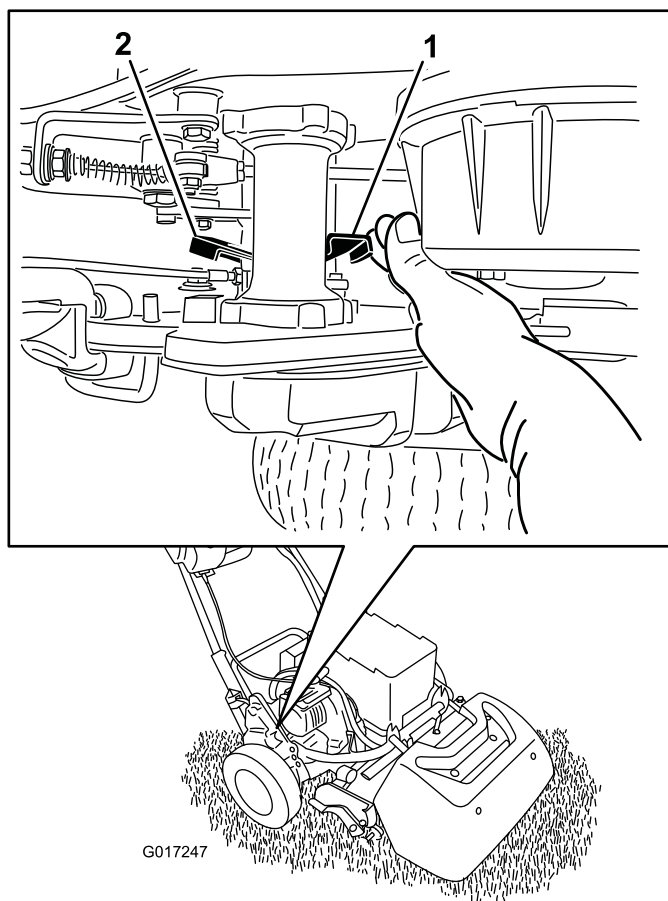

Figura 38
1. Nell'angolo posteriore destro della macchina individuate la leva di innesto/disinnesto della trazione accanto al tamburo dell'alloggiamento della trazione (Figura 38).